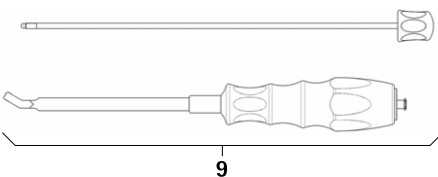

Abb. 5
- Stab-Einsetzinstrument 9 demontieren, siehe Abb. 5: Innenteil heraus-schrauben.